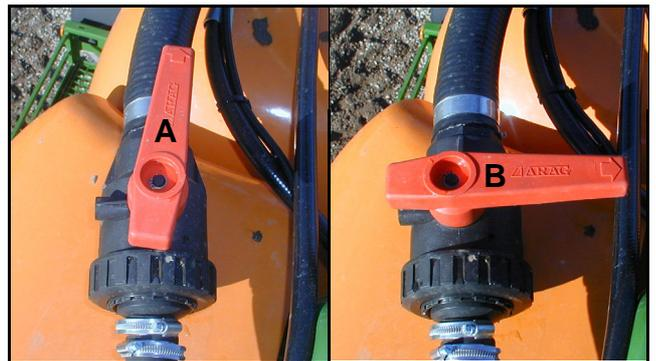

Fig. 10.9
- Girar el grifo de tres vías (Fig. 10.9)
- en dirección del flujo (Fig. 10.9/A) para cargar el recipiente de caldo de rociado.
- en dirección transversal al flujo (Fig. 10.9/B) para cargar el recipiente de agua de lavado.